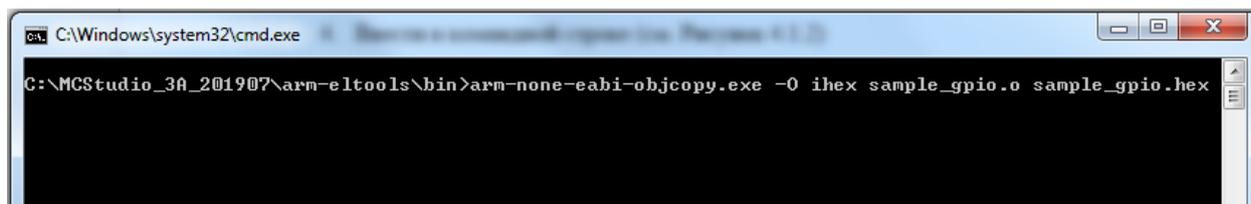

Рисунок 4.1. Пример ввода команды для проекта sample_gpio
3. Вызвать утилиту OBJCOPY со следующими параметрами (см. Рисунок 4.1):